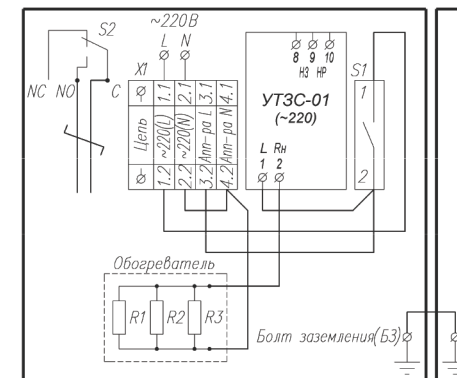

Рис.2. Схема электрическая принципиальная
1. Заземлить термошкаф при помощи болта заземления (БЗ) (рис.2).
2. Подать напряжение питания на контакты 1.1 и 2.1 клемм X1 (рис.2, 3).